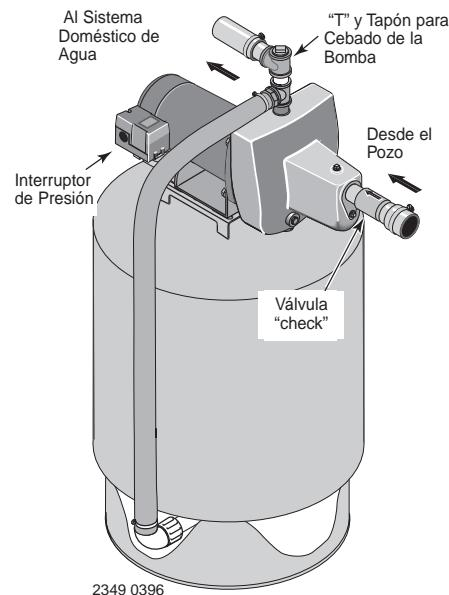

Figura 4: Conexiones del Tanque Pre-cargado
CONEXIÓN PARA TANQUE PRE-CARGADO (Figura 4)
- Instale dos "T"s en el puerto de descarga de la bomba (Vea la figura 4). El tamaño de la bomba debe de ser por lo menos tan grande como el puerto de descarga.